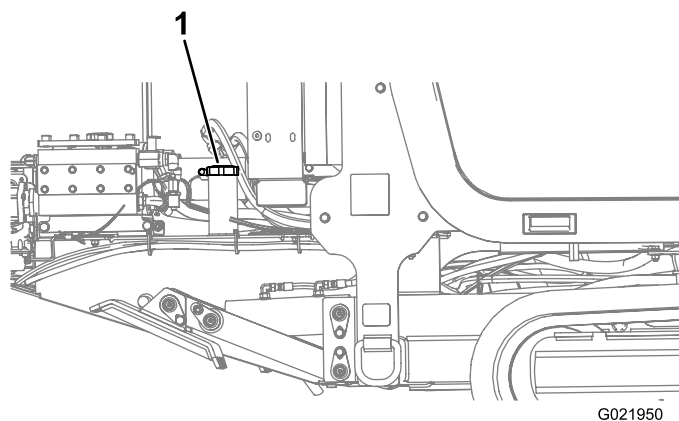

Figure 34
4. Retirez le bouchon du réservoir de carburant (Figure 34).